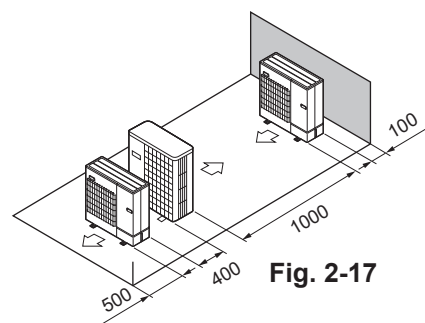

Fig. 2-17
- ⑤ Расположение приборов в один горизонтальный ряд (Fig. 2-17)